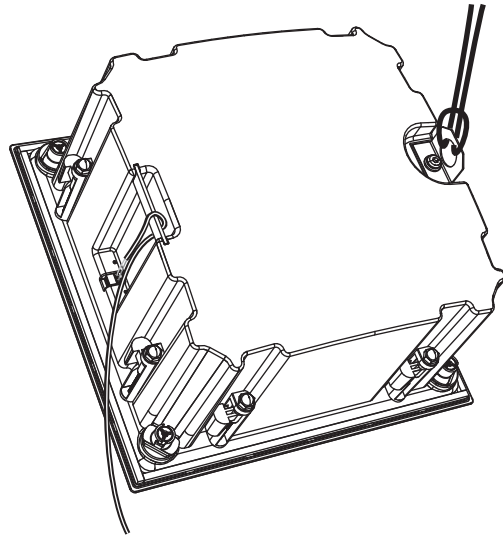

Fig. 16. Connecting the secondary safety to the back can
1. Wenn die hintere Dose wie oben gezeigt korrekt verdrahtet ist, schließen Sie ein sekundäres Sicherheitskabel an die Metallbefestigungsschleufe auf der Rückseite der hinteren Dose an. Das andere Ende des sekundären Sicherheitskabels sollte an einem geeigneten starken Befestigungspunkt in der Decke befestigt werden (Abb. 16).